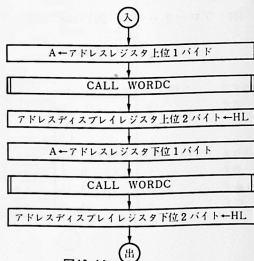

図10.14
(4) フローチャート 図10.14にフローチャートを示します。